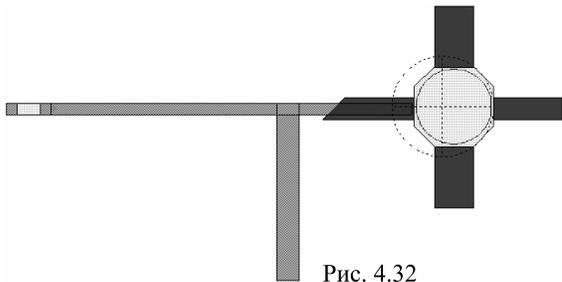

Рис. 4.32
9. Выберите в меню **View>View Layout** (Показать>Показать топологию) или щёлкните по кнопке **New Schematic Layout View** на панели инструментов. Новая топология будет отображена на рабочем поле (рис. 4.32).